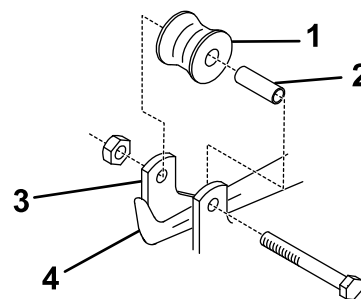

Bild 4
2. Schieben Sie den Rasenlüfter unter den Zugarmrahmen, bis sich die Hubschwenkplatten an jeder Seite des Hubarms befinden (Bild 4).
3. Üben Sie Druck auf den Hubarm aus und rollen Sie gleichzeitig den Rasenlüfter nach hinten, bis sich die Hubrolle über dem linken Arm befindet (Bild 4).